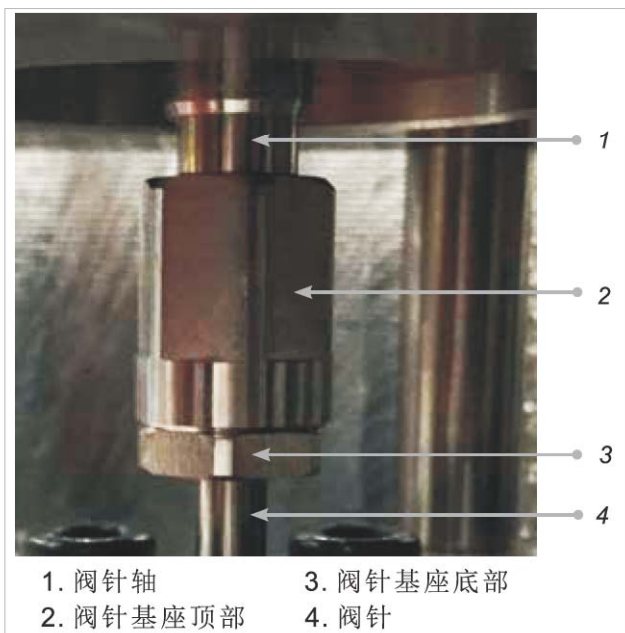

图12-8 阀针基座组件
2. 将新得到的组件装到阀针基座的顶部。用8至10 Nm [6至7 ft-lbs]的扭矩拧紧。请参见图12-8。